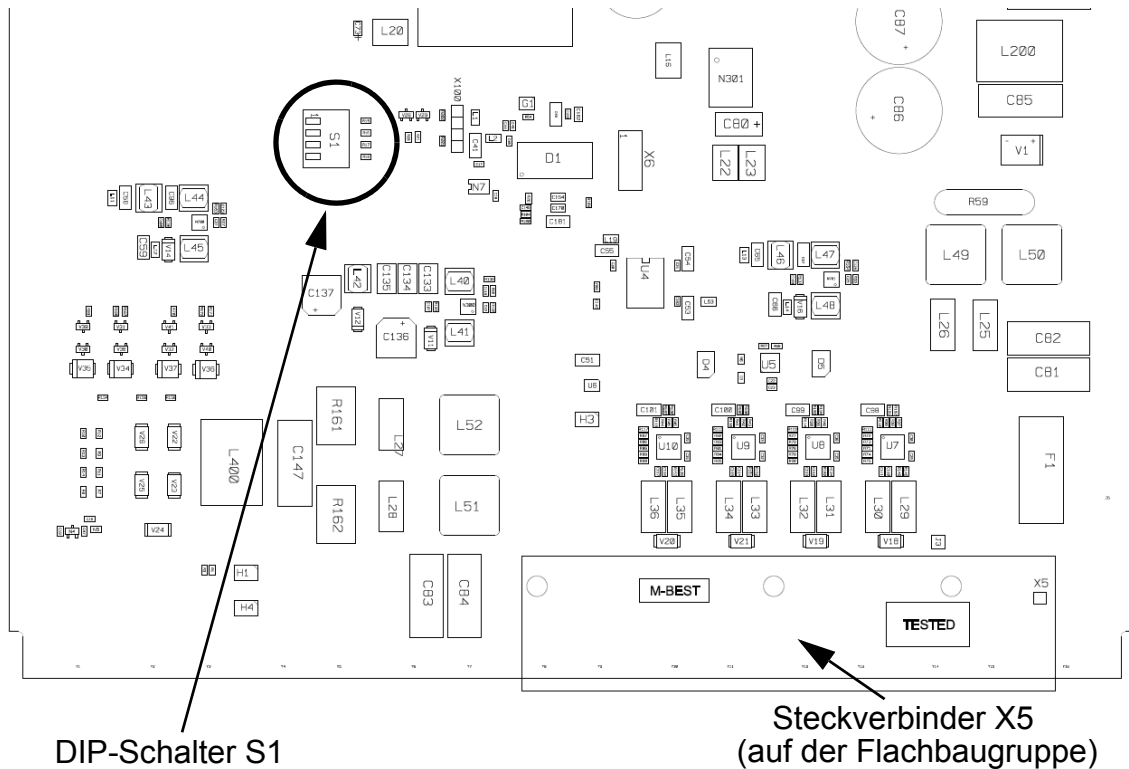

Bild 9-2 Anordnung des DIP-Schalters S1 auf der Flachbaugruppe
- ✧ Stellen Sie an den DIP-Schaltern S1.1 bis S1.4 die gewünschte Frequenz gemäß Bild 9-2 ein.